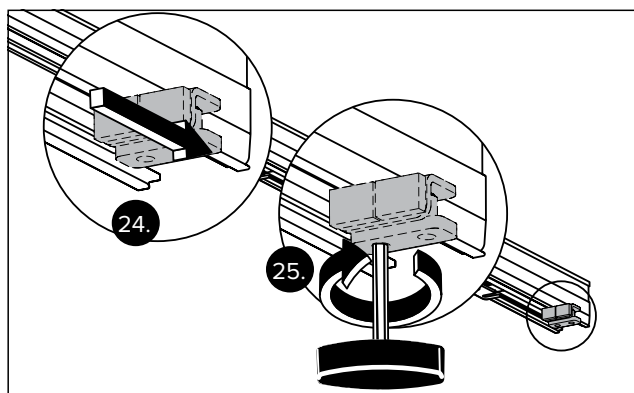

Рис. 27 Затяжка винтов на концевом упоре
24. Сдвиньте концевой упор в отмеченное положение (рис. 27).
25. Затяните винты на концевом упоре (рис. 27).